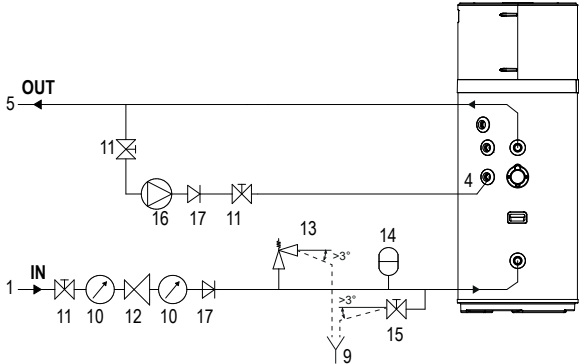
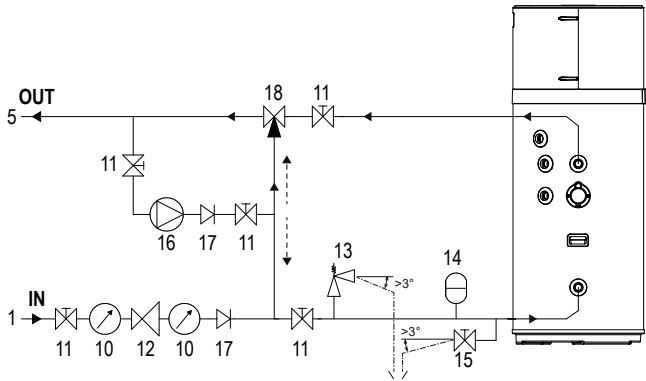
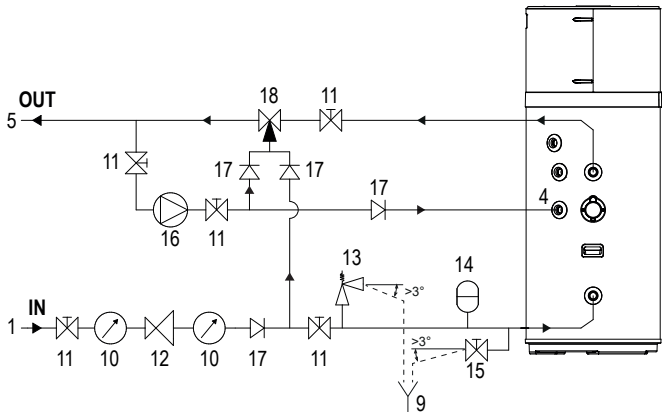

fig. 16- Ejemplo de sistema de agua SIN válvula mezcladora termostática
fig. 17 - Ejemplo de sistema de agua CON válvula mezcladora termostática - solución 1
fig. 18 - Ejemplo de sistema de agua CON válvula mezcladora termostática - solución 2
Las siguientes figuras (fig. 16 - fig. 17 - fig. 18) ilustran 3 ejemplos de conexión hidráulica.
- Legenda (fig. 16 - fig. 17 - fig. 18)